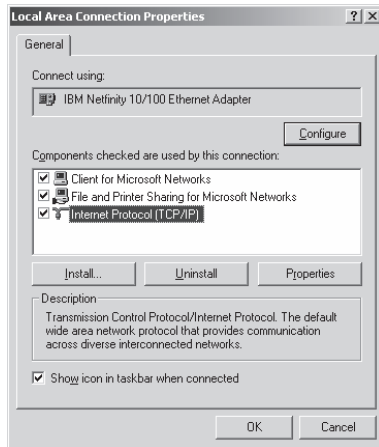

Рисунок 5. Окно свойств соединения по локальной сети
5. Выбрать Internet Protocol (TCP/IP) нажать кнопку **Properties (Свойства)** (см. рисунок 5).